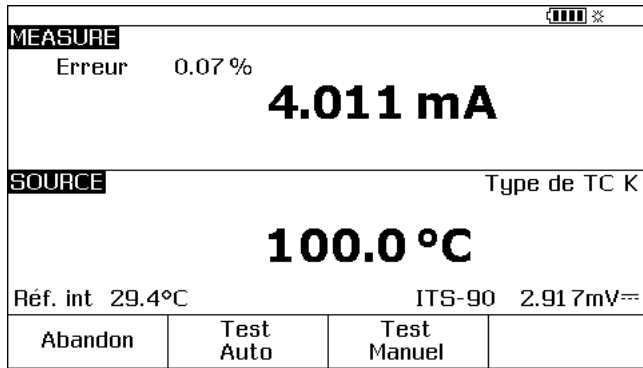

Figure 30. Écran de mesure et de source pour l'étalonnage
17. Appuyez sur la touche programmable **Terminé** pour accepter les paramètres d'étalonnage. L'écran change et devient comme l'illustre la Figure 30.